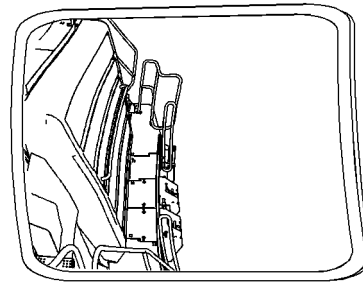

Ilustración 54
- La parte del parabrisas delantero desde la parte inferior de la escalera a la esquina frontal derecha de la máquina que se muestra en la ilustración 54